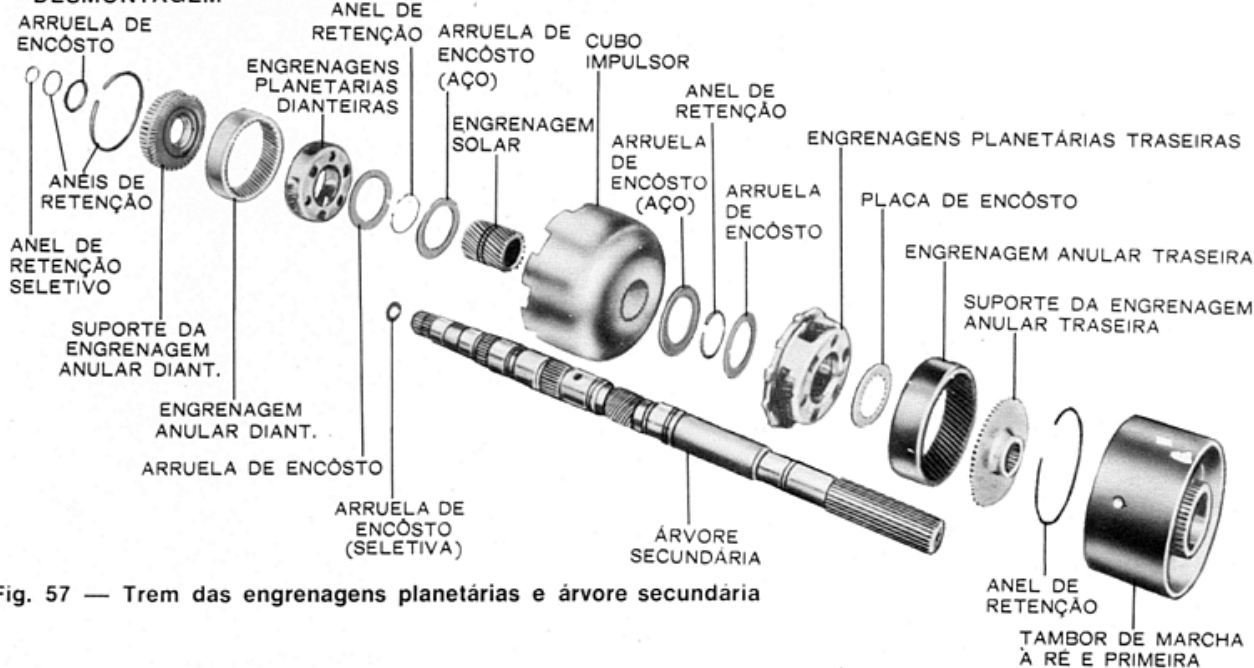

Fig. 57 — Trem das engrenagens planetárias e árvore secundária
- Remover o anel de pressão e a arruela de encosto da parte dianteira do cubo do conjunto das engrenagens planetárias dianteiras e retirar a engrenagem anular dianteira e o suporte para fora do jogo de engrenagens planetárias (Fig. 57). Remover a arruela de encosto da parte traseira do jogo de engrenagens planetárias. Se necessário, remover o anel de pressão da parte dianteira da engrenagem anular para separar esta do suporte.
Para melhor orientação vide (Fig. 57).